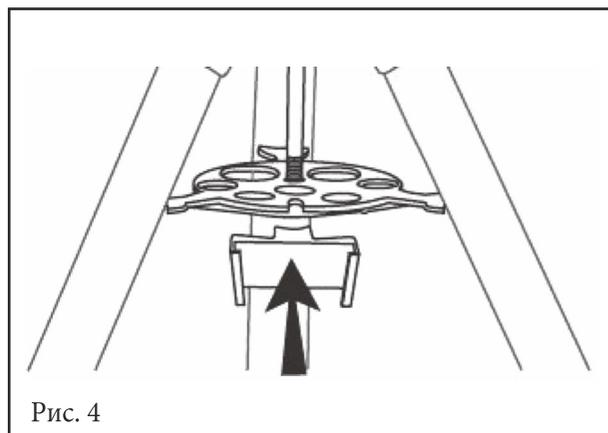

Рис. 4
- Установите на полочку для аксессуаров держатель пульта управления, для этого поместите держатель в паз полочки для аксессуаров (рис. 4). Надавите на держатель пульта управления до фиксации.